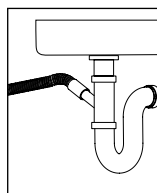

Figura 11
3.4.5 Pentru a evacua apa direct în canalizare furtunul de evacuare a mașinii trebuie să fie situat deasupra genunchiului (sifonului) în conducta de canalizare cu un diametru interior de cel puțin 40 mm, cu scopul de a evita tragerea apei reziduale înapoi în mașina. Furtunul de scurgere poate fi conectat direct la sifonul cu un manșon așa cum se arată în Figura 11.